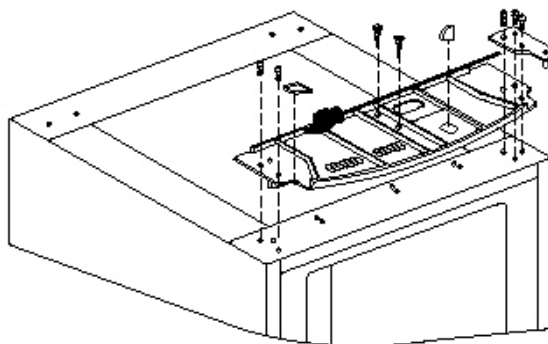

Fig. 2
- Desatornille la placa de la cubierta, luego desatornille el soporte de rotación superior y colóquelo en el lado izquierdo. (Fig. 2)